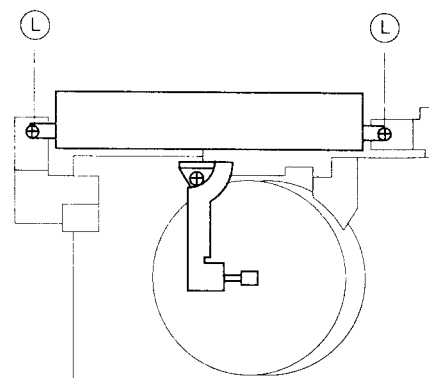

Fig. 8
- Schrauben (L) entfernen und Kopfverstärker nach oben herausziehen (Fig. 8).
- Remove the screws (L) and lift the head amplifier upwards to remove it (Fig. 8).